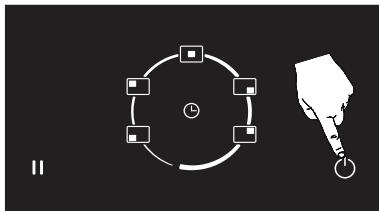

Figure 9
1. Une zone de cuisson sélectionnée peut être désactivée en appuyant sur la touche marche/arrêt ( ). (Voir Fig. 9)